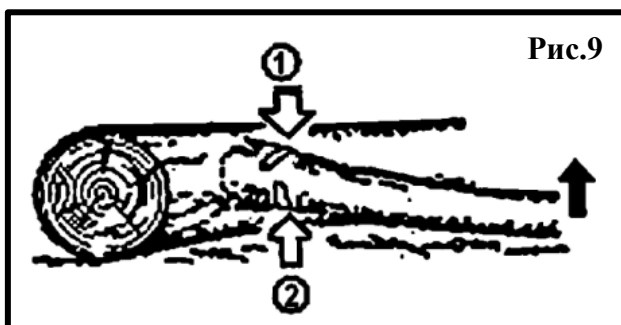

Рис.9
6.8. Резка ветви лежащего дерева (рис.9).